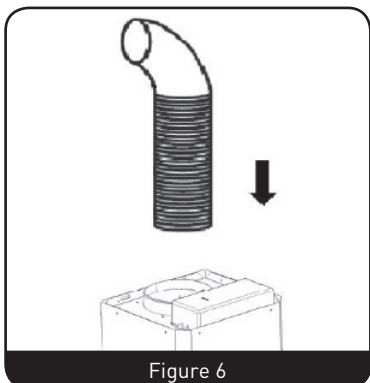

Figure 6
- Si votre hotte aspirante doit être utilisée dans le mode d'extraction, vous devez raccorder la gaine à l'adaptateur de plafond à ce point. (Figure 6)